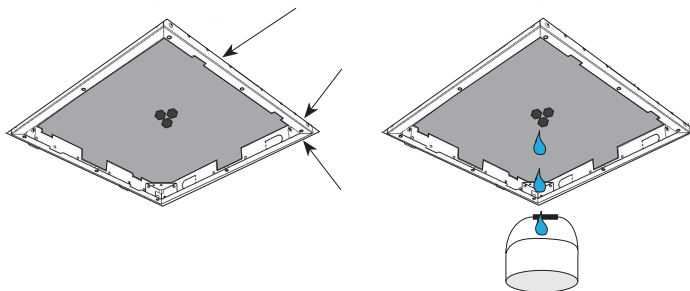

FIG.5
- IT** Un corretto posizionamento del telaio di sostegno prevede le uscite dell'acqua in posizione centrale e l'allineamento del bordo inferiore del telaio con la superficie esterna del soffitto. Prima di fissare il telaio assicurarsi che quest'ultimo sia correttamente allineato al soffitto (Fig.4). Sigillare gli eventuali spazi presenti tra il telaio ed il soffitto (Fig.5). Assicurarsi di svuotare e pulire l'impianto idrico prima di collegare il corpo soffione (Fig.5).
- EN** For a correct placement of frame must be at the center of the frame, and the lower edge of the frame must be aligned with the external surface of the ceiling. Before fixing the frame, make sure that it is aligned with the ceiling (Fig.4). Seal the spaces between frame and ceiling (Fig.5). Before connecting the showerhead, make sure that the water system be empty and clean (Fig.5).